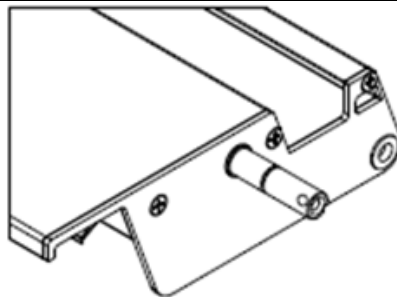

Fig. 14
13. Commencez l'assemblage des lames en insérant les deux lames d'entraînement (17). Elles se trouvent dans le paquet n° 7 et ont des goupilles différentes du côté de l'entraînement - le fil se trouve à l'intérieur de la goupille (Fig. 14).